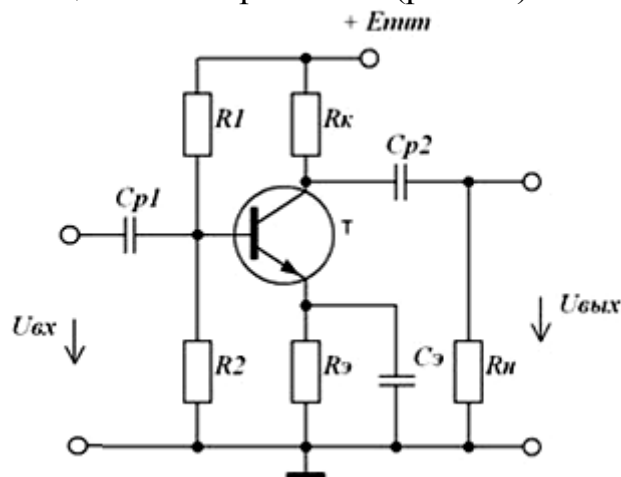

Рис.1.3. Схема транзисторного усилителя с общим эмиттером
3) схемы с общим эмиттером - ОЭ (рис.1.3).